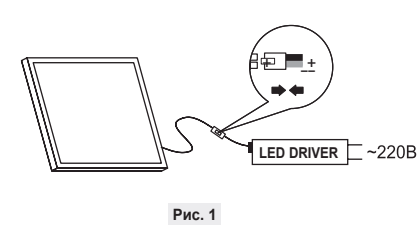

Рис. 1
- Вставьте разъем панели в разъем драйвера LD-40 (поставляется отдельно) (Рис. 1).
3. Вставте роз'єм панелі в роз'єм драйвера LP-40 (поставляється окремо). (Рис. 1).